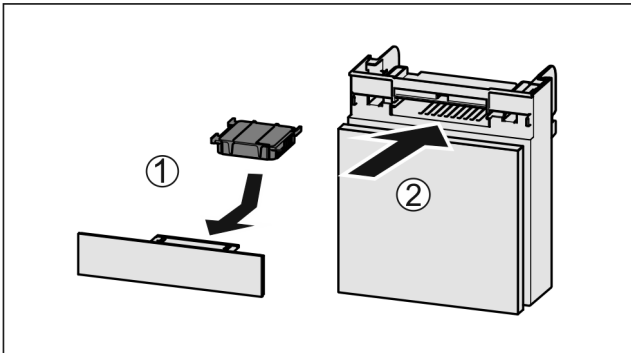

Fig. 81
- ▶ Установите фильтр с активированным углем, как показано на рисунке Fig. 81 (1).
- ▶ Вставьте отделение Fig. 81 (2).